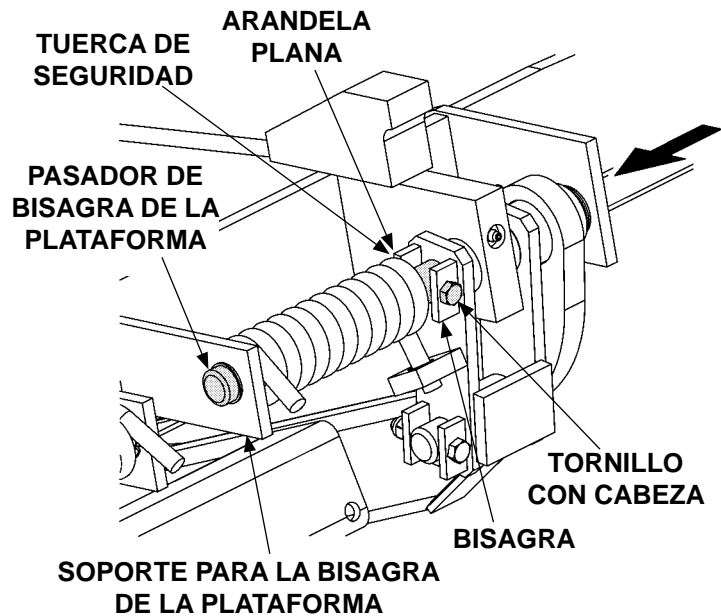

FIG. 22-1
6. Inserte el pasador de bisagra de la plataforma hacia el interior para colocarlo en su posición correcta a través del soporte para la bisagra en la plataforma (**FIG. 22-1**). Alinee el orificio en el pasador de la bisagra de la plataforma con el orificio en la bisagra. Vuelva a instalar el tornillo con cabeza a través de la bisagra y asegúrelo con una arandela plana y una tuerca de seguridad (**FIG. 22-1**).